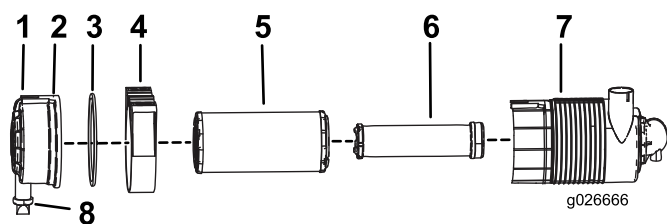

Рисунок 27
3. Освободите защелки воздухоочистителя и вытяните корпус воздухоочистителя из его основания (Рисунок 27).
1. Осторожно извлеките фильтр грубой очистки из корпуса воздухоочистителя (Рисунок 27).